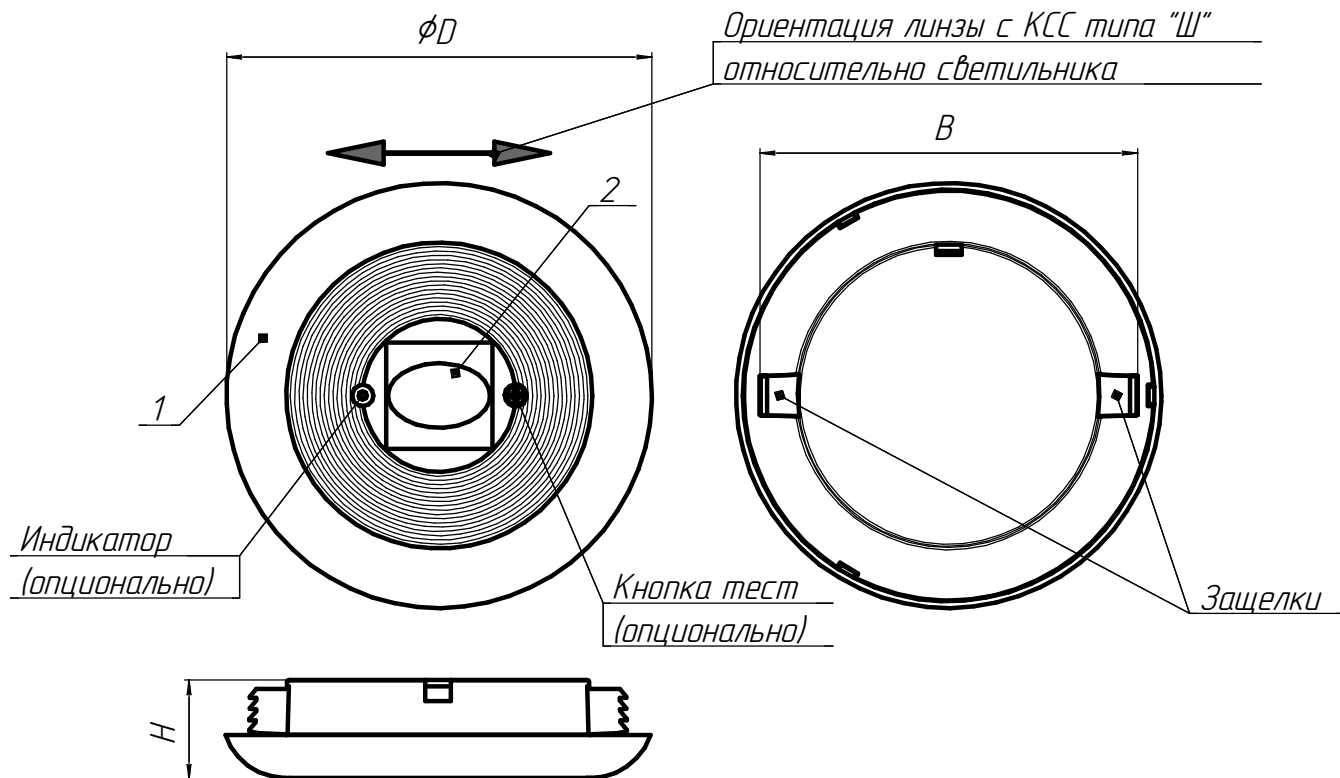
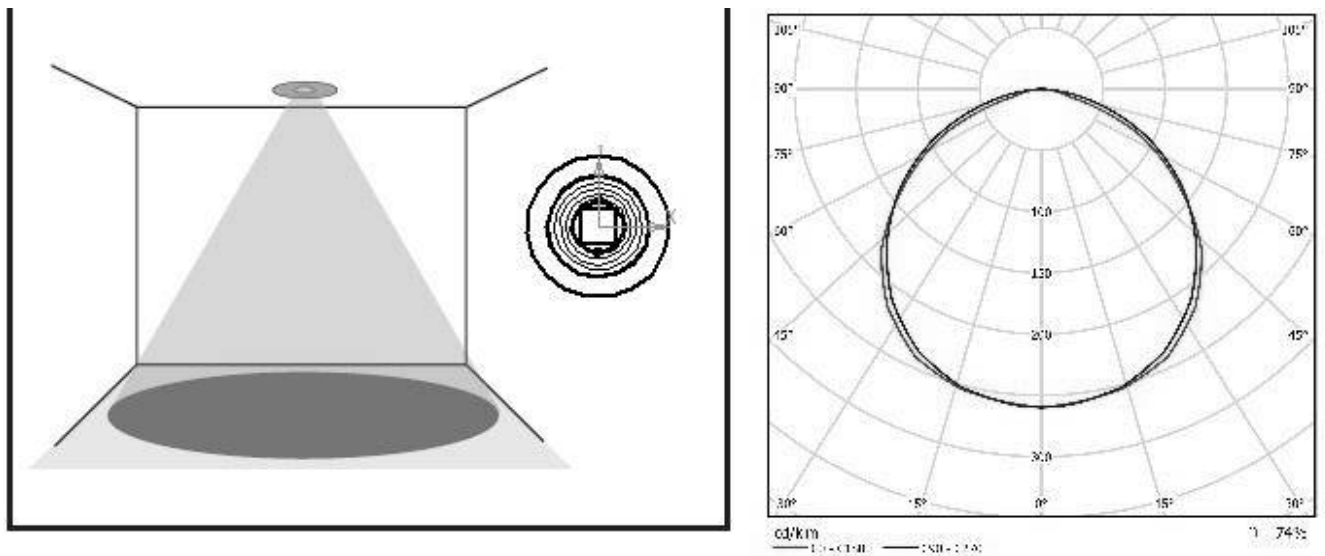

Рисунок 1: Светильники серии ДВО92;
Рисунок 11 - Схема установки светильника с антипанической косинусной оптикой.
3.2 Светильник ДВО92, в соответствии с рис. 1 приложения А, состоит из корпуса светильника поз. 1, рассеивателя или линзы поз. 2.
5.5 Схема монтажа светильника показана на рисунке 4-5. При установке светильника в коридорах, на потолок необходимо учитывать расположение линзы с КСС типа "Ш" - вдоль путей эвакуации (см. рисунок 1, 10). Установка светильника в помещении с КСС типа "Д" см. рисунок 11. **Размеры запотолочного пространства должны обеспечивать размещение БАП и АКБ.**